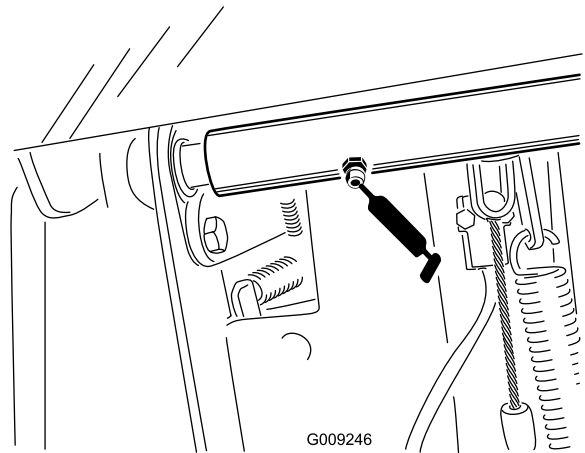

Bild 52
- Bremsstangen-Drehlager (1) (Bild 52)